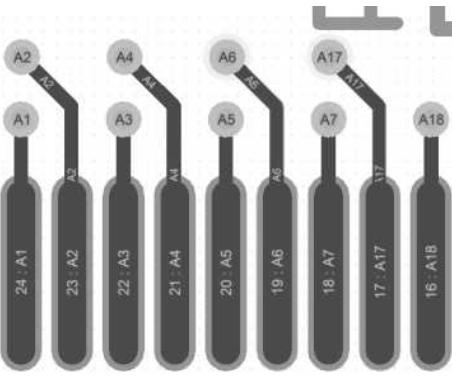

图 14-27 IC 类及阻容类元件扇出效果
- (1) 过孔不要扇出在焊盘上面。
- (2) 扇出线尽量短，以便减小引线电感。
- (3) 扇孔注意平面分割问题，过孔间距不要过近造成平面割裂。
- IC 类及阻容类元件扇出效果如图 14-27 所示。